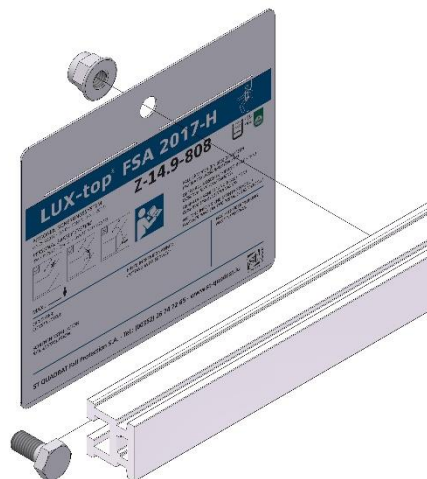

Abb. 3
c) Halter **SD-S** (Schieferdach) : siehe Abb. 3